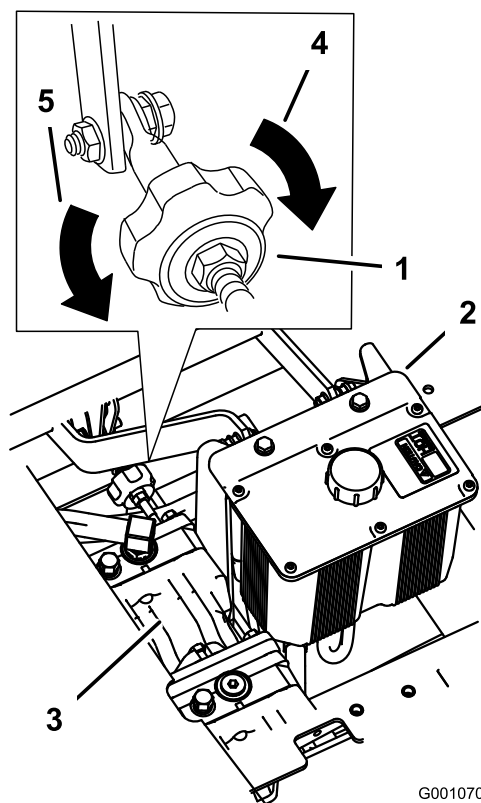

Figure 80
2. Réglez la longueur de la tige de pompe en tournant le bouton dans le sens voulu, jusqu'à ce que la roue soit immobilisée ou tourne légèrement en marche arrière (Figure 80).